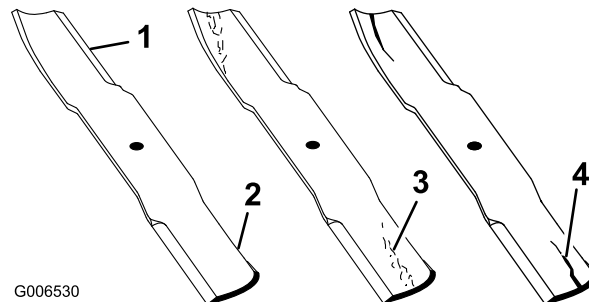

図 31
2. ブレードの切っ先を注意深く観察、特に、直線部と曲線部が交わる部分をよく観察する（図 31）。この、直線部と曲線部の交差域は、砂などによる磨耗が進みやすい部分なの
で、機械を使用するまえによく点検することが必要。磨耗が大きい場合には（図 31）危険であるから交換する；「ブレードの取り外し」を参照。
ブレードの磨耗を放置すると、ブレードのセール部と平坦部との間に割れ目が発生する（図 31）。この割れ目が拡大すると、最終的にはブレードがちぎれてハウジングの下から飛び出し、これがオペレータや周囲の人に重大な人身事故となる。